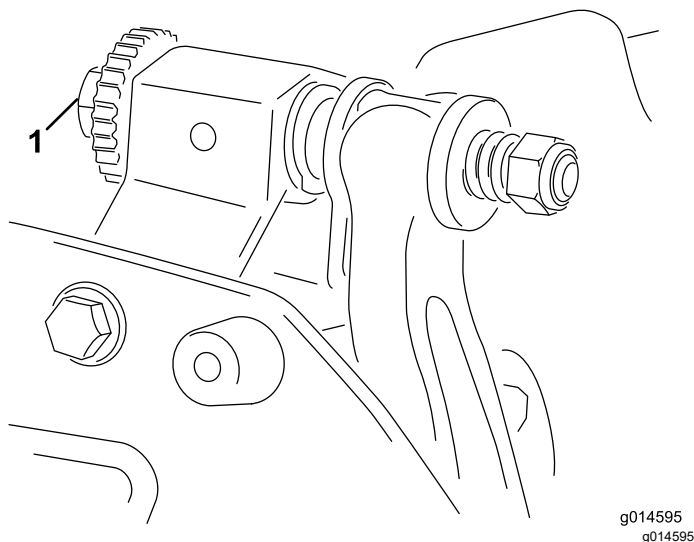

Рисунок 5
- А. Поступово обертайте регульовальні гвинти опорної планки за годинниковою стрілкою (Рисунок 5), по 1 клацання за раз, поки не з'явиться легкий контакт, який можна відчутися та почути.
6. Обертайте правий регулювальний гвинт опорної планки протиножа (Рисунок 5), поки не відчуєте легкий тиск на регулювальну прокладку під час її переміщення з боку в бік. Видаліть регулювальну прокладку.